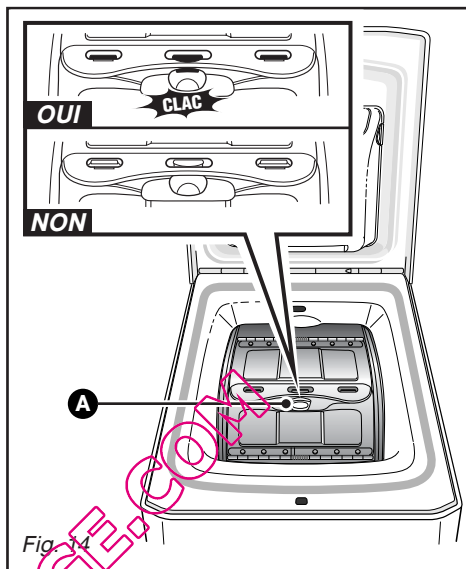

Fig. 14
- Ouvrez le tambour en appuyant sur le poussoir **A** situé sur le portillon avant (Fig. 14).
Vérifiez que les trois crochets et le liseré du poussoir sont bien visibles (Fig. 14).